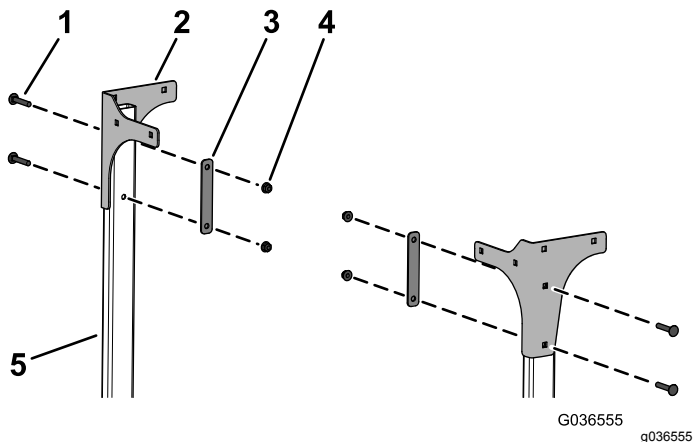

Figure 8
7. Fixez légèrement les plaques arrière gauche et droite aux tubes à l'aide de 4 boulons de carrosserie (5/16" x 1 3/4"), 2 plaques d'appui et 4 écrous à embase (5/16"), comme montré à la Figure 8.